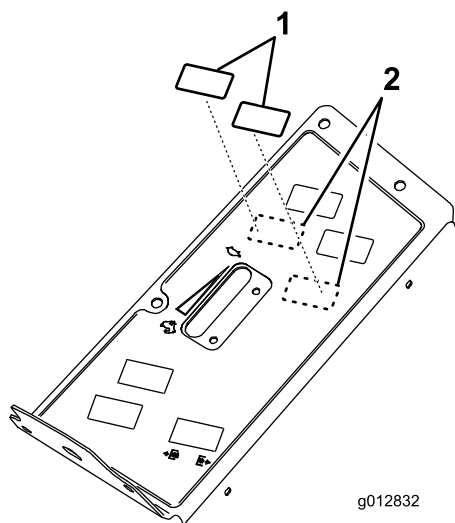

Figura 28
7. Retire los 2 tapones de la parte superior del panel de control y retírelos (Figura 28).